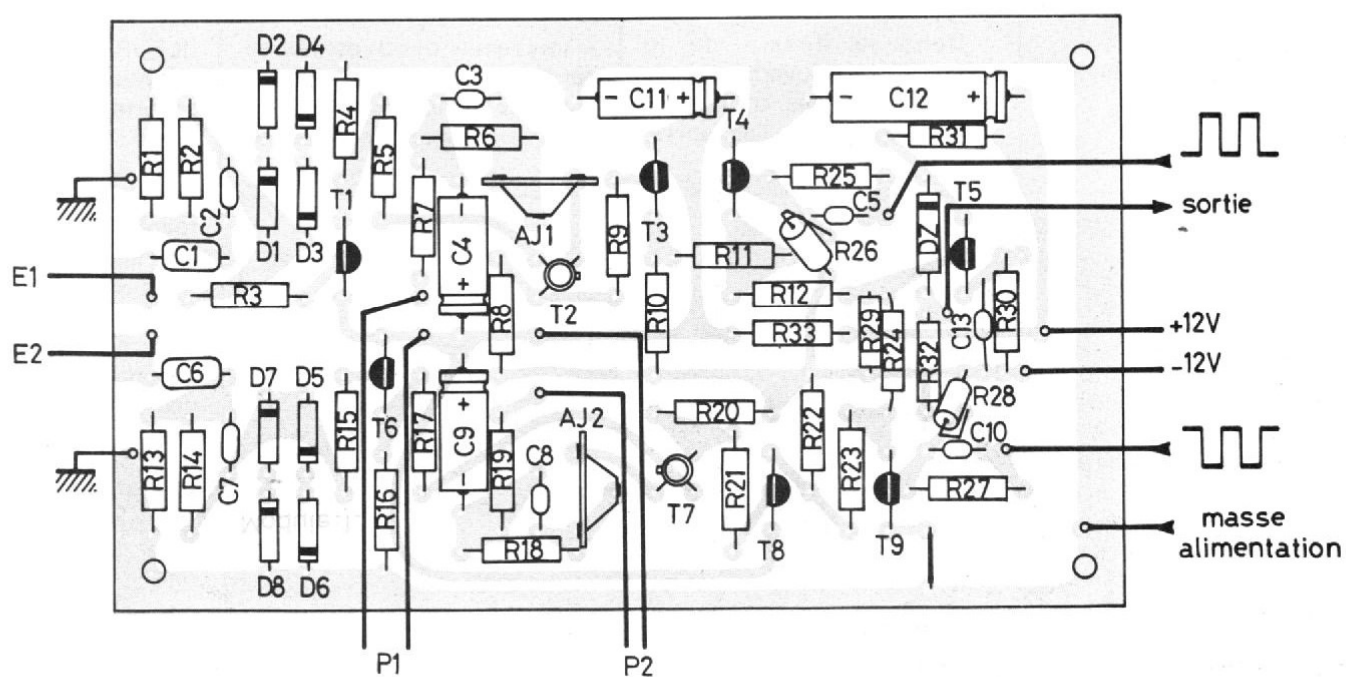

Fig. 22
- figure 22 : préamplis, côté « composants ».